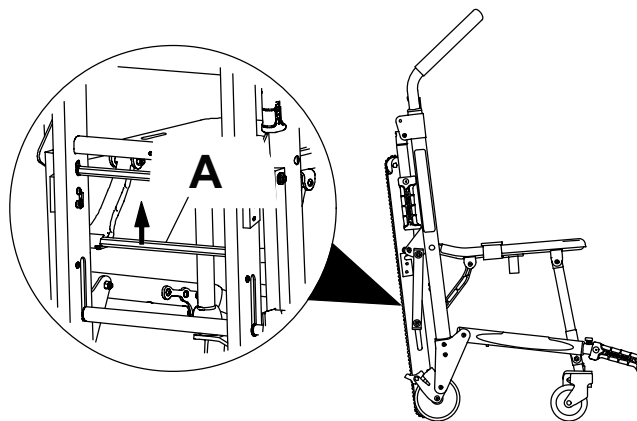

Figura 2 – Dobrar a cadeira
4. Puxe a barra de bloqueio da cadeira (vermelha) (A) na parte de trás da cadeira (Figura 2).